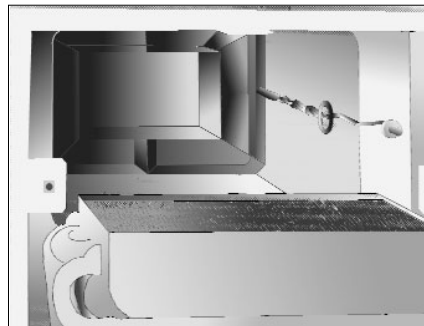

Fig.7
- Passer la ventouse à l'extérieur, pour la gaine, la placer en position définitive et l'accrocher à l'aide des chaînes sur les crochets (fig. 7).